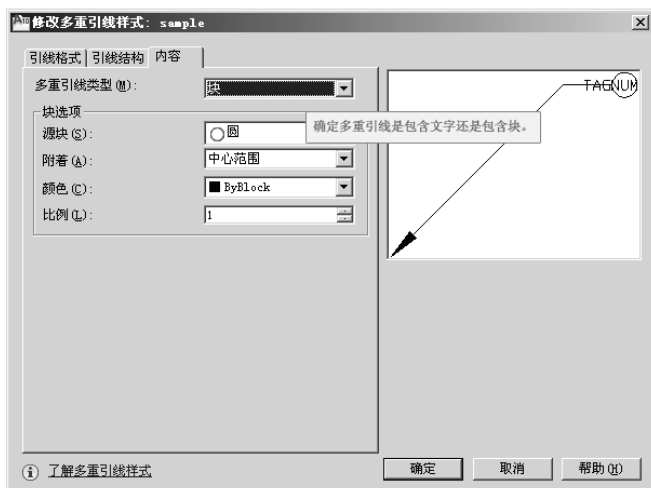

图 8-48 “修改多重引线样式”对话框
(1) 单击“注释→引线→多重引线样式”按钮,弹出“多重引线样式管理器”,再单击 **修改** 按钮。弹出图 8-48 所示的“修改多重引线样式”对话框。